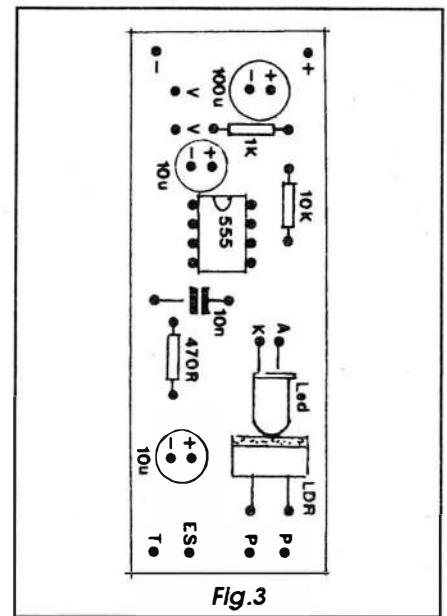

Fig.3
- FIG. 3 - **CHAPEADO DA MONTAGEM** - O lado *não cobreado* da placa (oposto ao mostrado na figura anterior...) traz agora a estilização adotada por **APE** para perfeita informação visual ao montador... É só seguir tudo com atenção, que *não tem furo*... Os códigos, valores, polaridades e outras identificações importantes dos componentes estão todos devidamente detalhados... Alguns dos componentes são *polarizados*, devendo suas posições relativas serem rigorosamente respeitadas... É o caso do 555, que deve ficar com sua extremidade marcada virada para o lado em que está o capacitor eletrolítico de 10u próximo... Falando em eletrolíticos, estes capacitores (todos...) têm suas polaridades de terminais indicadas no *chapeado* e também nos próprios *corpos* dos componentes... O LED também tem terminais polarizados, devendo o caro leitor/hobbysta perceber que o de **catodo** corresponde à *perna* mais curta, além de sair da base do componente junto a um chanfro lateral (mais *papos* sobre a colocação do LED - e também do LDR - mais adiante...). Quanto aos resistores comuns e capacitor de poliéster, o único requisito é reconhecer correta e previamente os seus valores,
A **FIG. 3** mostra o resultado da acomodação dos dois componentes, que deve obedecer a alguns pré-requisitos de montagem... Primeiro, tanto o LED quanto o LDR, devem ser posicionados na placa (com seus terminais inseridos nos respectivos furos/ilhas...) de modo que o topo dos componentes situe-se cerca de 2,0 ou 2,5 cm da superfície do impresso, alinhando-se as cabeças dos componentes... Depois de soldados os terminais, ambas as peças devem ser forçadas, para que suas *pernas* sofram uma dobra em ângulo reto, resultando numa confrontação conforme sugere o diagrama (**FIG. 3**). O importante é que, no final do processo, o LED *aponte* a sua emissão luminosa diretamente em direção ao LDR (e que este, obviamente, fique *olhando* o LED...).